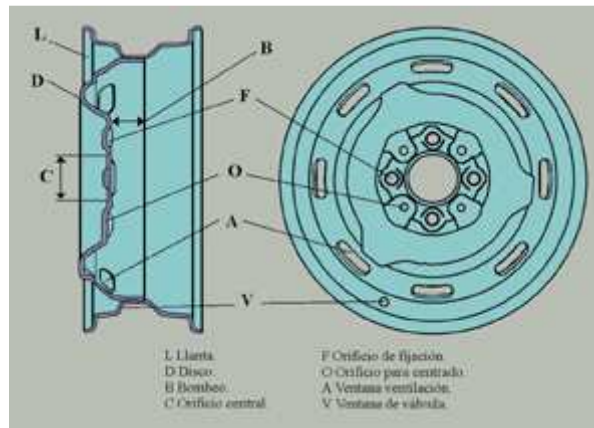

*Fig. 3*
*Terminología dimensional de las llantas (fig. 3)*